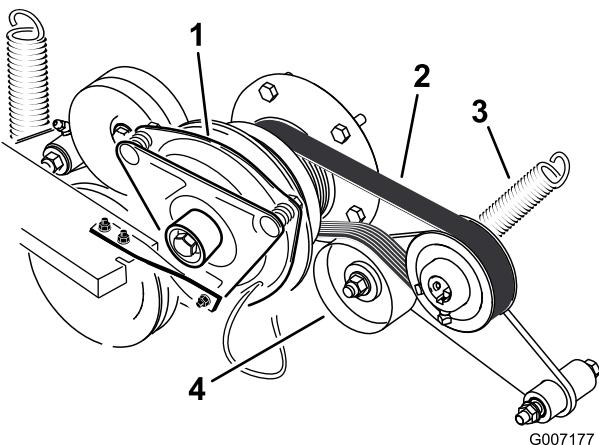

Figura 71
3. Retire a mola do braço intermédio (Figura 71).
4. Instale a nova correia em torno do motor e da polia da bomba hidráulica (Figura 71).
6. Instale a mola no braço intermédio (Figura 71).